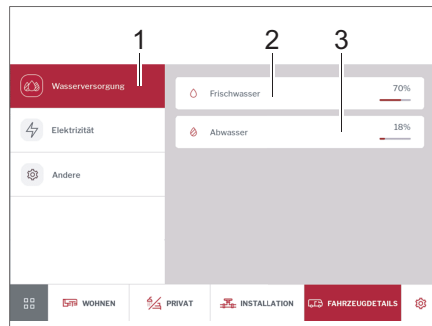

Fig. 268 Suministro de agua
- Tocar en la opción *Suministro de agua* (Fig. 268,1).
Se muestran los niveles de llenado del depósito de agua potable (Fig. 268,2) y del depósito de aguas residuales (Fig. 268,3) en %.